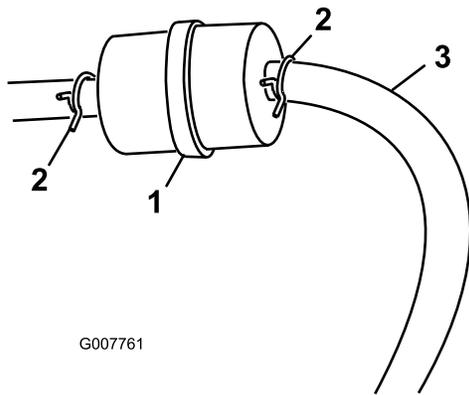

Figura 26
3. Apriete los extremos de las abrazaderas y deslícelas por el tubo alejándolas del filtro (Figura 26).
5. Instale un filtro nuevo y acerque las abrazaderas al filtro (Figura 26).
3. Afloje la abrazadera cerca del filtro de combustible y deslícela por el tubo, alejándola del filtro de combustible (Figura 26).
4. Desconecte el tubo de combustible del filtro de combustible (Figura 26).
Nota: Deje fluir el combustible a una lata u otro recipiente apropiado (Figura 26).
5. Instale el tubo de combustible en el filtro de combustible. Acerque la abrazadera al filtro de combustible para fijar el tubo de combustible (Figura 26).